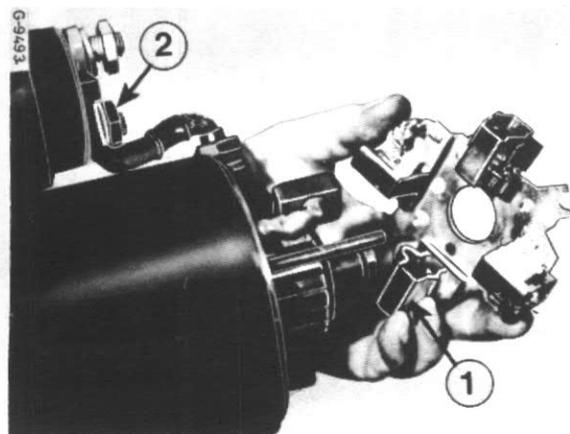

Figure 34
Démontez le porte-balai (1), fig. 34. Retirez l'écrou (2) pour débrancher le conducteur du solénoïde.